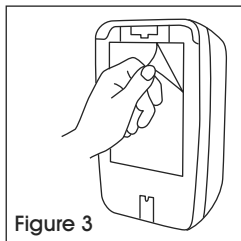

Figure 3
4. Décollez le papier du ruban adhésif situé à l'arrière du distributeur. (Voir Figure 3)